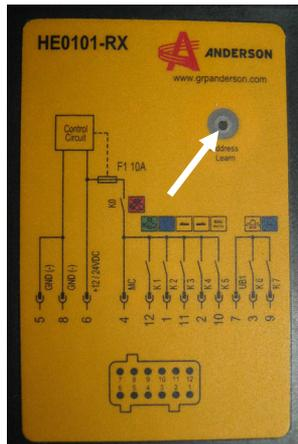

Figure 7.4 Bouton adress learn
- Appuyer sur le bouton Adress Learn (Figure 7.4) du récepteur.